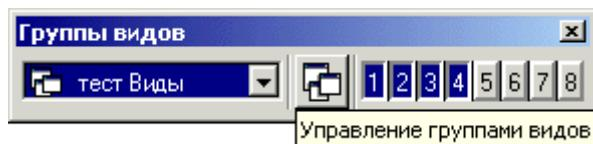
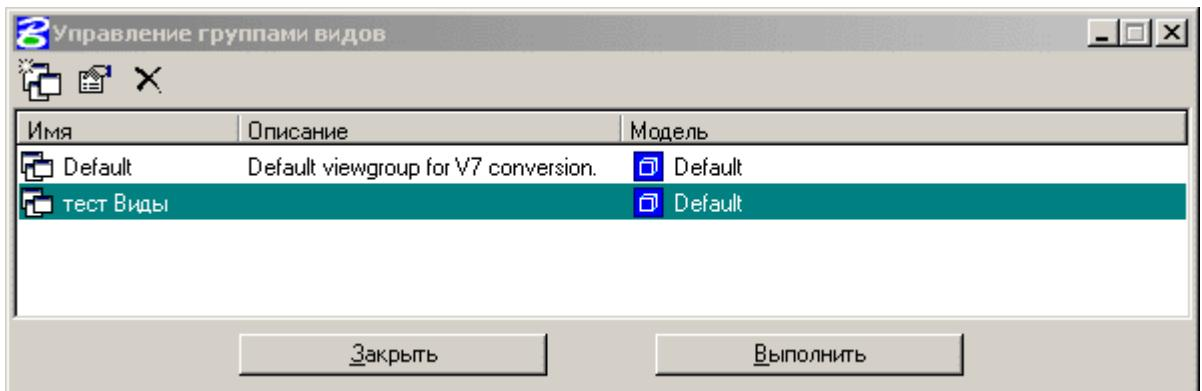

рис. 19
рис. 20
Настраивается и сохраняется расположение окон при помощи инструмента Управление группами видов (рис. 20), вызываемого из панели пиктограмм Группы видов (рис. 19).
- нажать кнопку Управление группами видов (рис. 19)